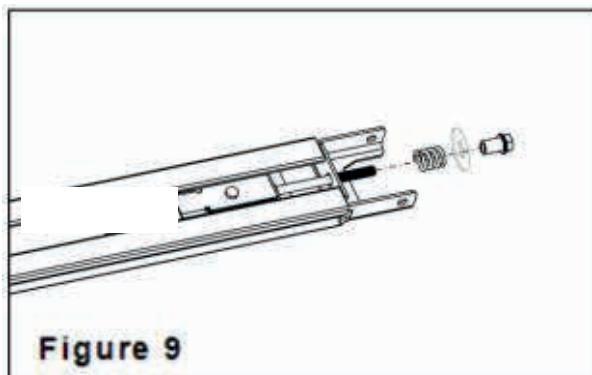

Fig:9
3. Como en la Fig. 9, suelte el perno y el resorte.